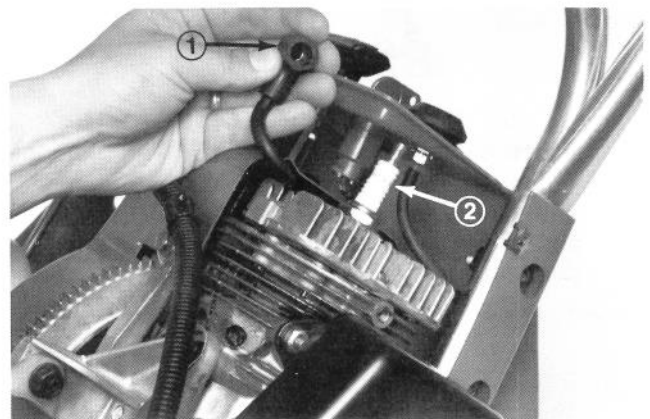

Abb. 20
5. Das Hochspannungskabel von der Zündkerze abziehen und die Kerze herauschrauben (Abb. 20).
7. Das Hochspannungskabel mit der Zündkerze verbinden (Abb. 20).